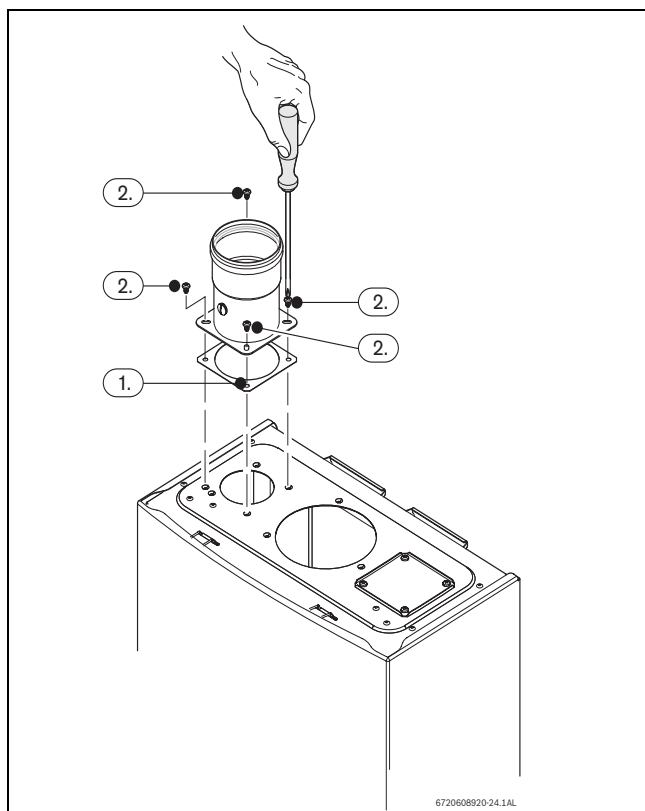

Fig. 29
- ▶ Collocare la guarnizione tra l'apparecchio e l'accessorio base, Fig. 29, pos. 1.
- ▶ Serrare le 4 viti dell'accessorio base, Fig. 29, pos. 2.